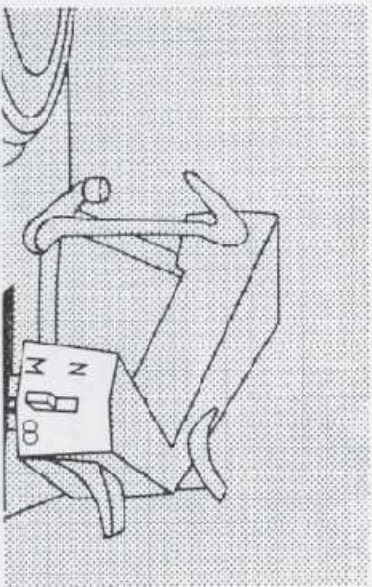

Fig. 6
**Drehzahl** bei leichtem Druck auf den Umstellknopf (3) einstellen.
**Tonabnehmersystem** auf entsprechende Plattenart schalten (Fig. 6).
**Select Speed** with a slight downward pressure on the speed selector switch (3).
**Adjust pick-up cartridge** according to type of record (Figure 6).
**Cellule de pick-up:** placer le levier de la cellule, dans la position conforme au type de disques employés (fig. 6).
**Célula del fonocaptor:** regúlese en la posición correspondiente al tipo de discos a reproducir (fig. 6).